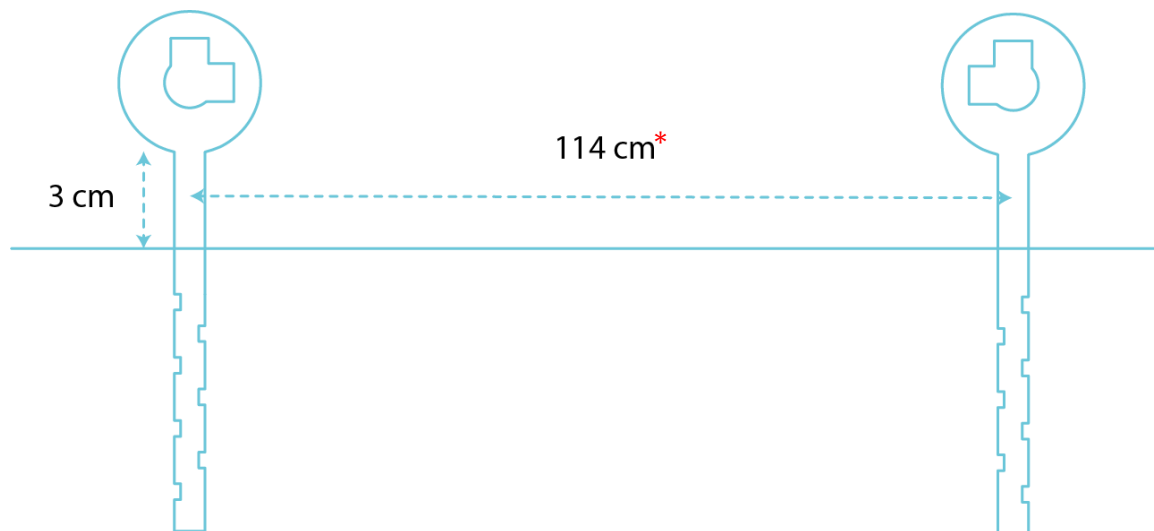

Fig. 2
4. chemisch verankeren van de ijzeren driehoeken (zie fig. 2, 3 en 4)
- Wil je dat de driehoeken naar elkaar toeklappen, laat de L'en dan naar elkaar wijzen (zie fig. 2). Wil je dat ze naar buiten toedraaien, laat de L'en dan weg van elkaar wijzen.
Pas het bovenste en het onderste ophangelement op de juiste manier op de driehoek. Zorg dat het onderste ophangelement met de L'en naar de binnenkant van de bank gericht is (zie begin stap 4 en fig. 2).